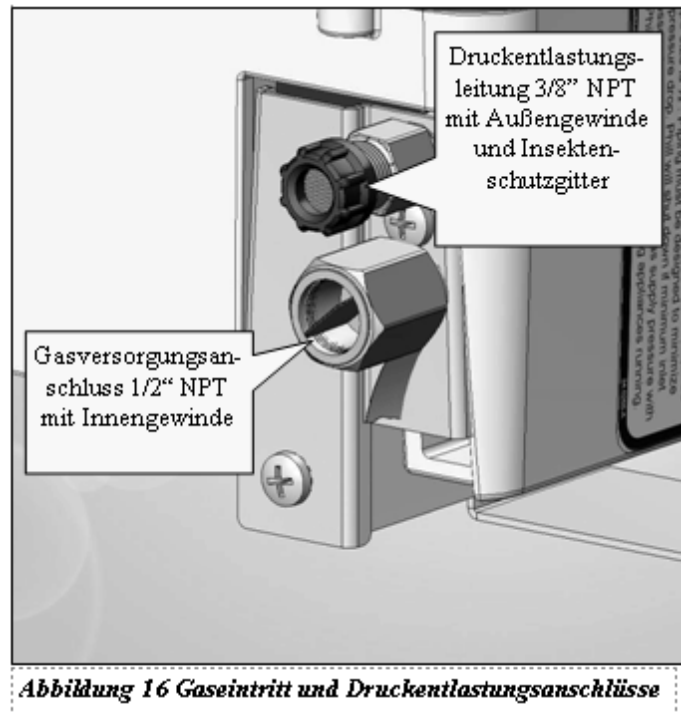

Abbildung 16 Gaseintritt und Druckentlastungsanschlüsse
2. Verwenden Sie zum Anschluss der Entlüftungsleitung an den 3/8" NPT-Anschluss mit Außengewinde des Phill-Gerätes geeignete Armaturen. (Siehe Abbildung 16.)